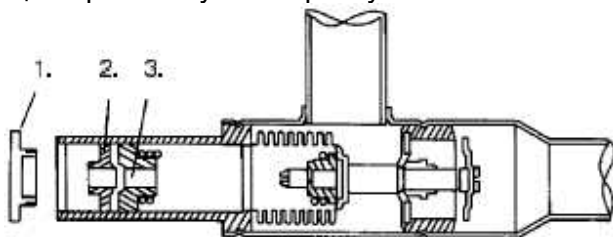

Рисунок 4-16. Стартовый регулирующий клапан
- в. Ослабьте контргайку (поз.2 на Рисунок 4-16) при помощи шестигранного ключа 8 мм.